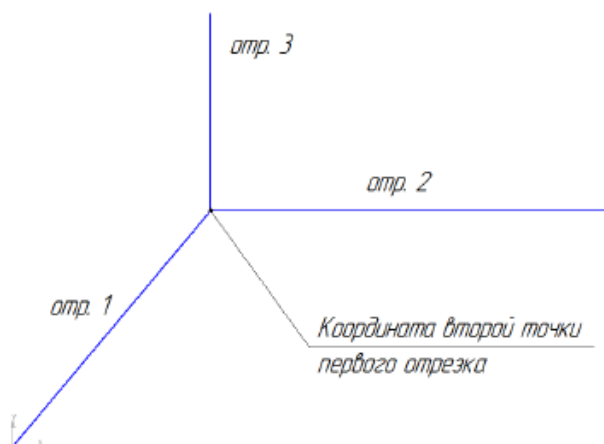

Рисунок 26 – Построение отрезка 3
4. Построение отрезка 3. Аналогично с построением второго отрезка наведите курсор на координату второй точки первого отрезка, установите координату первой точки третьего отрезка. В ячейку длина введите "50" нажмите "**Enter**", в ячейку угол введите "90" нажмите "**Enter**" или "**Ctrl + Enter**", (рис. 26).